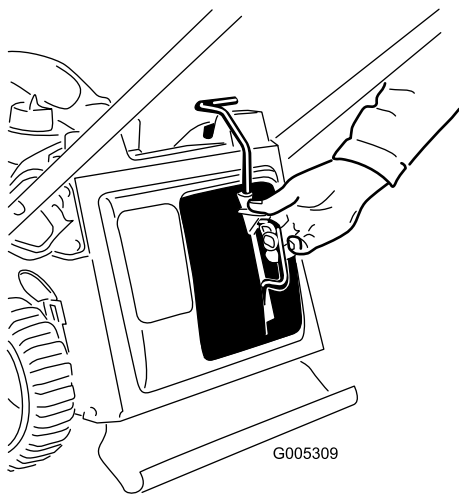

Рисунок 30
3. Установите заглушку для мульчирования (Рисунок 30).